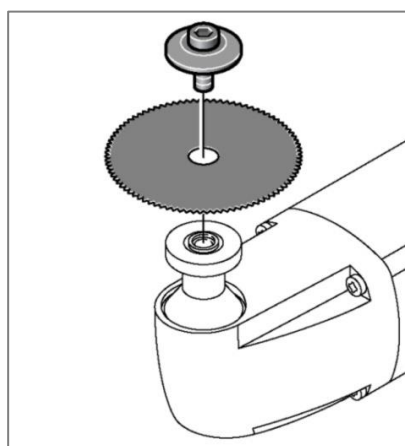

Fig. 1:
2. Placez une clé plate sur l'arbre d'entraînement derrière la lame de scie, et la deuxième clé, devant, sur la vis de maintien (Cf. fig. 1).